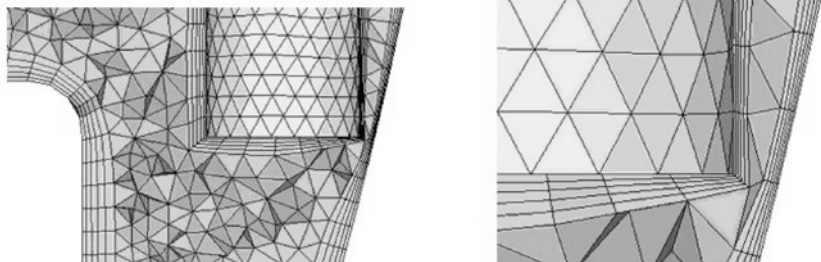

图 5-164 检查细小区域的边界层厚度
(1) 单击 xz Left Plane View (按钮) 按钮。
(2) 按快捷键 <F5> 进入 Mask 面板。
(3) 选择要被隐藏的单元。隐藏盖住模型上半部分的单元。
(4) 单击 mask 按钮。
(5) 选择 xy Top Plane View (按钮) 按钮。
(6) 放大观察边界表面非常靠近的区域。图 5-164 展示了如何通过减小边界层厚度来避免边界层干涉。
(7) 单击 return 按钮退出 Mask 面板。